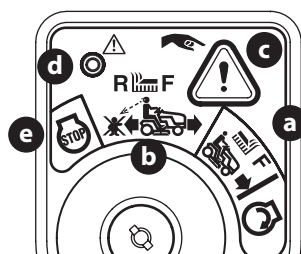

Fig. 23
- Gire la llave de la posición CORTE NORMAL  (a) a la posición MODO DE PRECAUCIÓN DE RETROCESO  (b) del módulo de encendido (Fig. 23).
- Oprima el BOTÓN DE MARCHA ATRÁS  (c) en el ángulo superior derecho del módulo de encendido. La luz indicadora roja (d) que está en el ángulo superior izquierdo del módulo de encendido se mantendrá ENCENDIDA mientras esté activada (Fig. 23).
- Siempre mire hacia abajo y hacia atrás antes y mientras opera en marcha atrás, para asegurarse de que no haya niños en el área. Luego de volver a desplazarse hacia adelante, vuelva la llave a la posición de CORTE NORMAL  (a) (Fig. 23).
- El MODO DE PRECAUCIÓN DE RETROCESO (b)  permanecerá activado hasta que (Fig. 23):